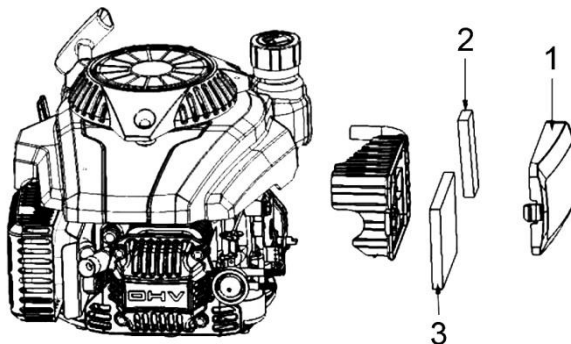

Рис. 9
- Снимите крышку воздушного фильтра (1)(См. Рис.9), нажав на ее боковые стороны.
- Извлеките поролоновый фильтрующий элемент (2,3)(См. Рис.9).